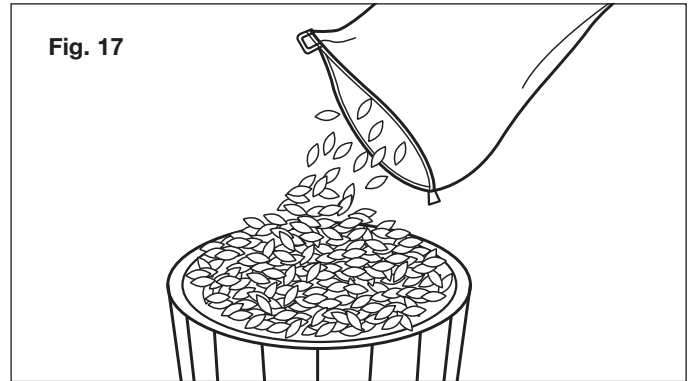

Fig. 17
- Ouvrez la fermeture à glissière du sac de ramassage et videz-le complètement (Fig. 17).